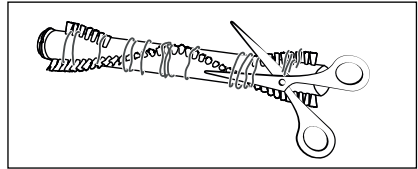

Fig. 31
- 4) Tagliare i fili e i capelli nelle setole del rullo a spazzola 21 utilizzando delle forbici (vedere fig. 31). Rimuovere fili e capelli dal rullo a spazzola 21.